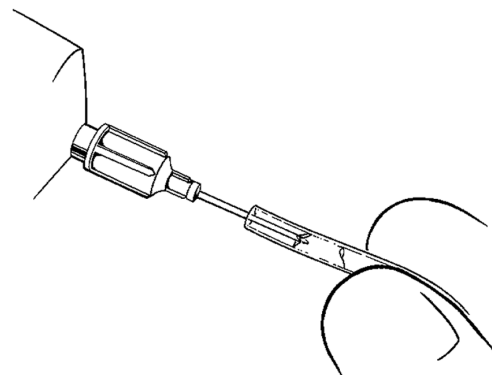

Figura 4-18. Lavaggio dei tubi
2. Lavare i tubi dei cilindri (**Figura 4-18**).